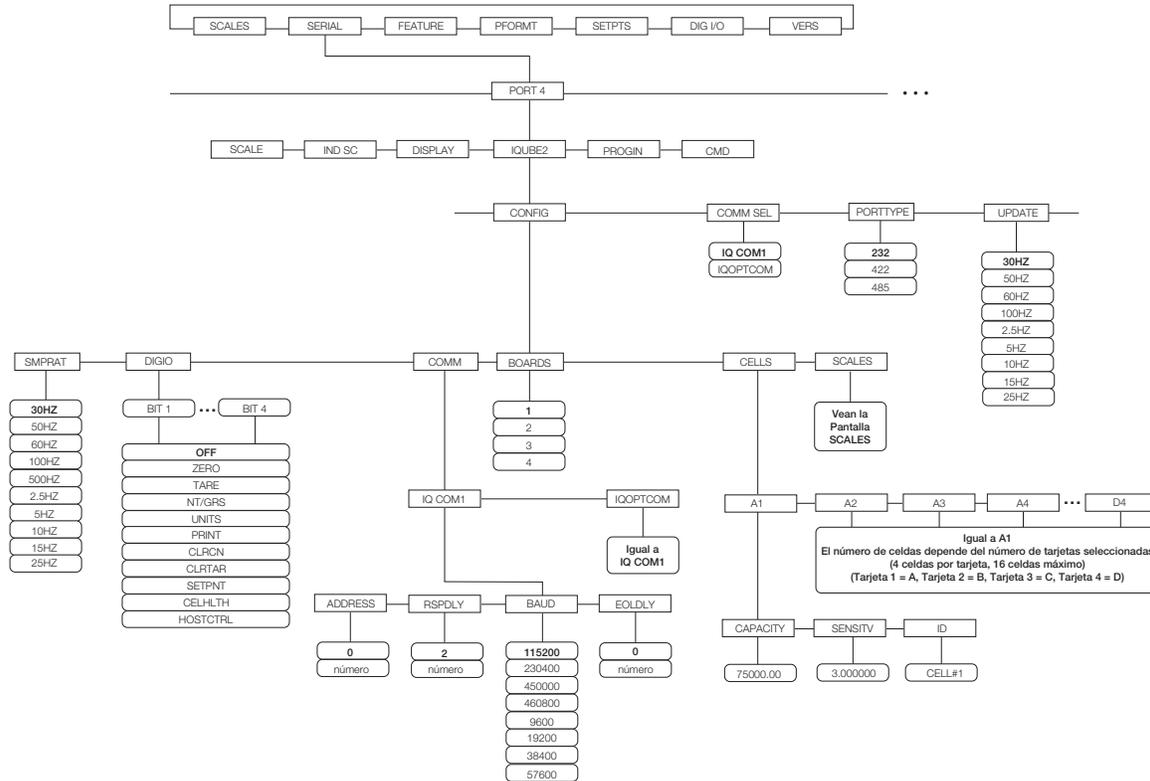

Figura 3-5. Menú Serial 920i
1. Desde el menú SERIAL, navegar al Submenú PORTTYPE y seleccionen la clase correcta de puerto (vean la Figura 3-5).
2. Naveguen por el menú Serial como mostrado en la Figura 3-5 para seleccionar el *iQUBE2* para comenzar su configuración.